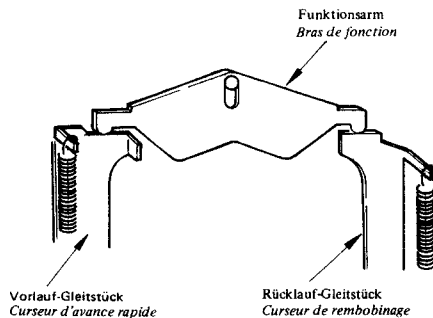

Abb. 70 Fig. 70
2) Zu diesem Zeitpunkt das Getriebe so einbauen, daß der Funktionsarm an der Oberseite des Schnellvorlauf-Gleitstückes und des Rücklauf-Gleitstückes sitzt, wie es in der Abb. 70 dargestellt ist. Falls nicht gemäß Abb. 70 eingebaut, kann es zu ernsthaften Störungen kommen. Daher unbedingt auf richtigen Einbau achten.
2) Remonter à ce moment là pour que le bras de fonction vienne prendre appui sur le curseur FF et le curseur de rembobinage comme illustré sur la Fig. 70. Si le montage n'est pas fait conformément à la Fig. 70, le fonctionnement normal ne peut être obtenu. Par conséquent, prendre toutes les précautions nécessaires au moment du remontage.